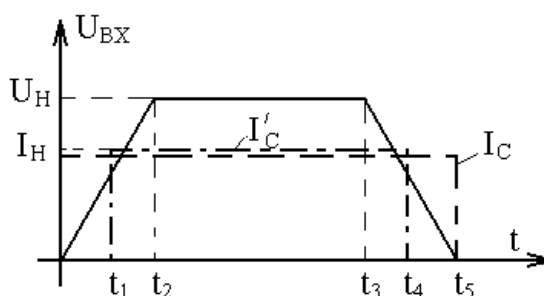

Рис. 5.2
1) разгон и торможение двигателя на холостом ходу при изменении напряжения якоря в соответствии с рис. 5.2.;
Величины и характер изменения $U_{я}(t)$ и $I_C(t)$ для каждого варианта представлены на рис. 5.2 и в табл. 5.2.